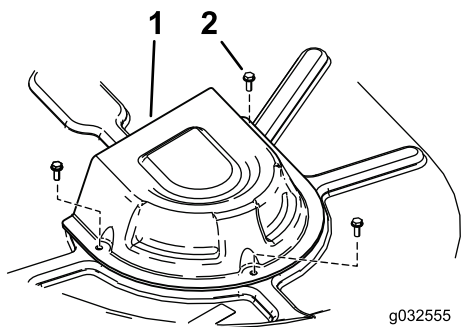

Figure 59
4. Déposez les couvercles de poulie (Figure 59).
8. Reposez les couvercles de poulie (Figure 59).